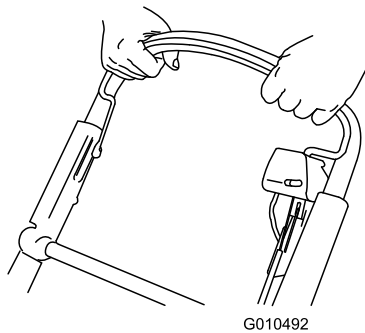

Figure 24
- Maintenez la barre de commande de la lame contre le guidon (Figure 24).